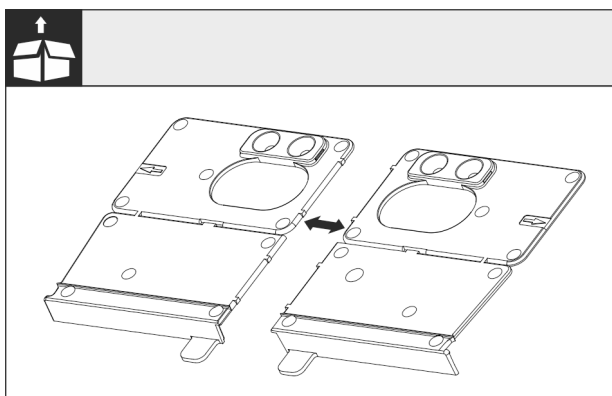

Fig. 27
- ▶ Oddzielić dolny kątownik montażowy Fig. 27 () przy perforacji.